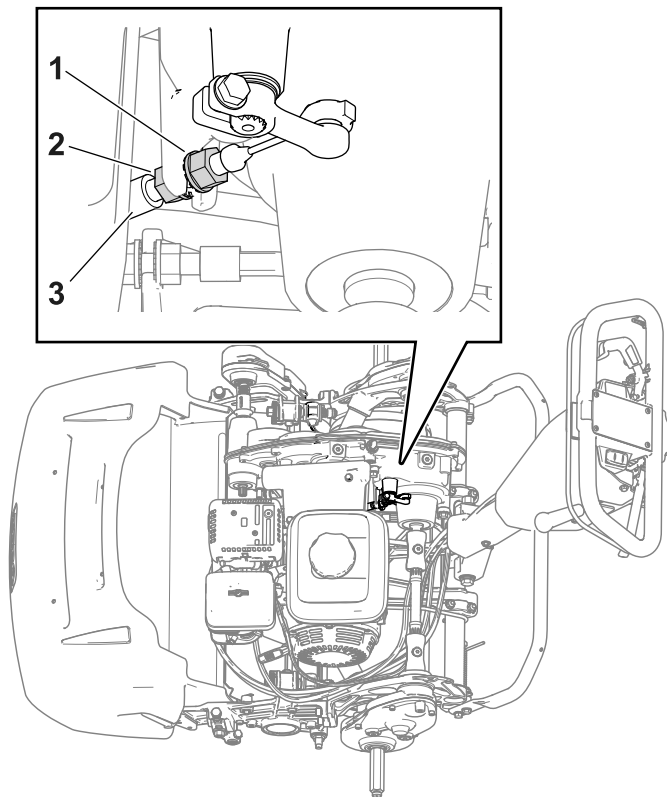

Bild 37
- Lösen Sie die vordere Kabelklemmmutter und ziehen Sie die hintere Klemmmutter an, um die Spannung des Bremszugs zu erhöhen (**Bild 37**). Schritt 2 wiederholen und ggf. die Spannung anpassen.
- Lösen Sie die hintere Kabelklemmmutter und ziehen Sie die vordere Kabelklemmmutter an, um die Spannung des Bremszugs zu verringern (**Bild 37**). Schritt 2 wiederholen und ggf. die Spannung anpassen.